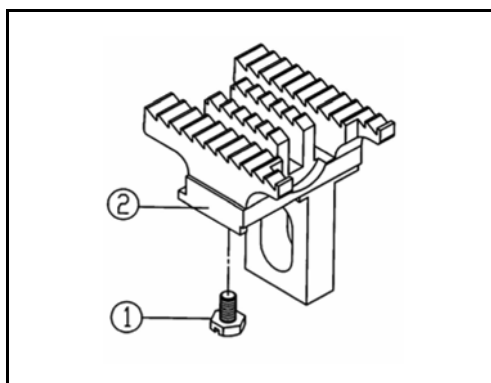

Рис. 17
- (1) Ослабьте винт ① и продвиньте предохранитель иглы (задний) ② назад до упора. Затем крепко затяните его. (Рис. 17)